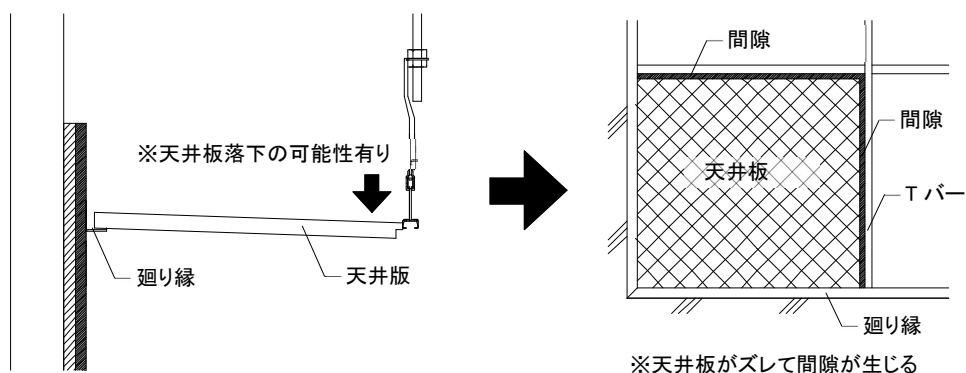

図2-8-1 天井板切断の誤り例 (指定寸法より短い場合)
- ②壁際周辺の天井板については、現場で必要寸法を実測して切断し天井板を載せ掛ける。設置時は、以下の点に留意すること。
- 5) 壁際やコーナー部の天井板を設置の際、指定寸法より短い場合はTバーとの間に隙間が空き天井板が落下する恐れがある為、必ず指定寸法で切断すること。(図2-8-1 参照)